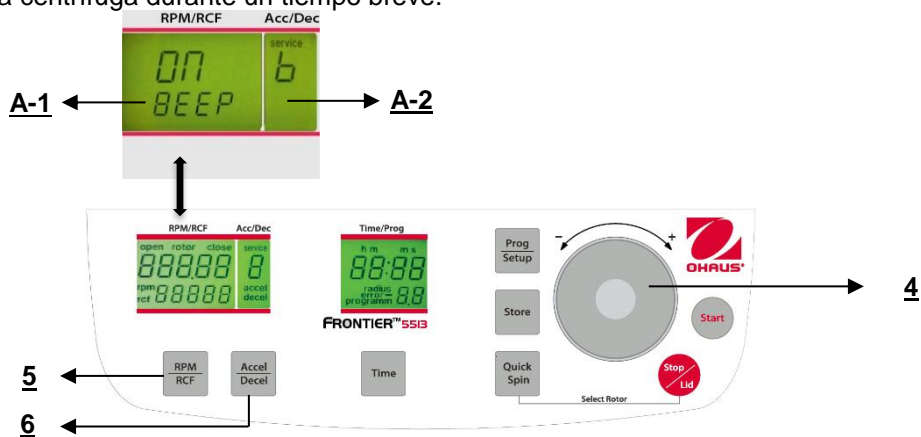

Figura. 33
Proceda como se describe en el punto 4.1.2 para ingresar en este modo de programa y luego presione el botón "**Accel/Decel**" (6). En la pantalla "**Acc/Dec**" (A-2) destella la palabra "**Service**". Ahora seleccione la letra "**B**" con el dial de ajuste (4). Como resultado, en la pantalla "**RPM/RCF**" (A-1) aparece la palabra "**ON/BEEP**". Después de presionar el botón "**RPM/RCF**" (5), puede encender el sonido del teclado (On) o apagarlo (Off) con el dial de ajuste (4). (Vea la Figura 33).